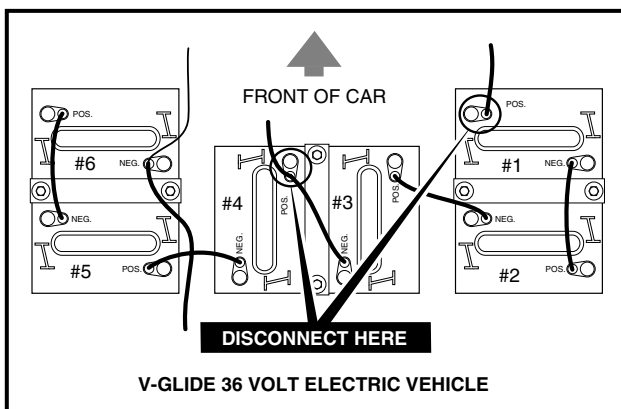

FIGURE 14
- TO AVOID UNINTENTIONAL STARTING OF THE VEHICLE, DISCONNECT THE BATTERIES AS SHOWN (SEE FIGURES 14 AND 15). **ON POWERDRIVE SYSTEM 48 AND POWERDRIVE PLUS VEHICLES**, ALSO DISCHARGE THE CONTROLLER AS FOLLOWS: